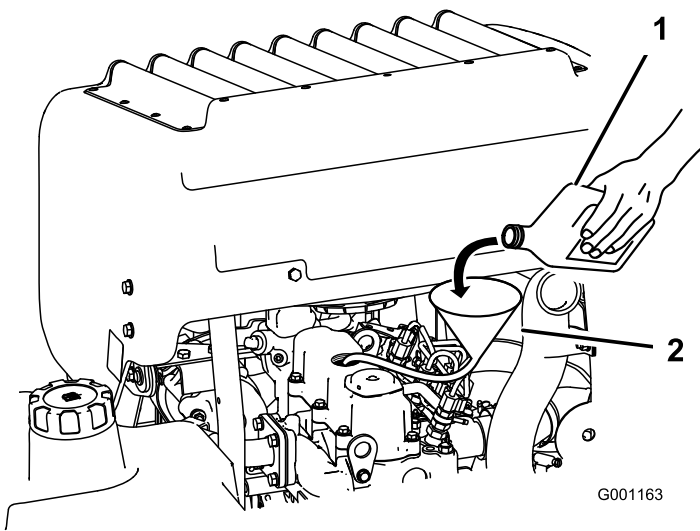

Figura 69
3. Utilice una manguera y un embudo para añadir aceite al motor (Figura 69).